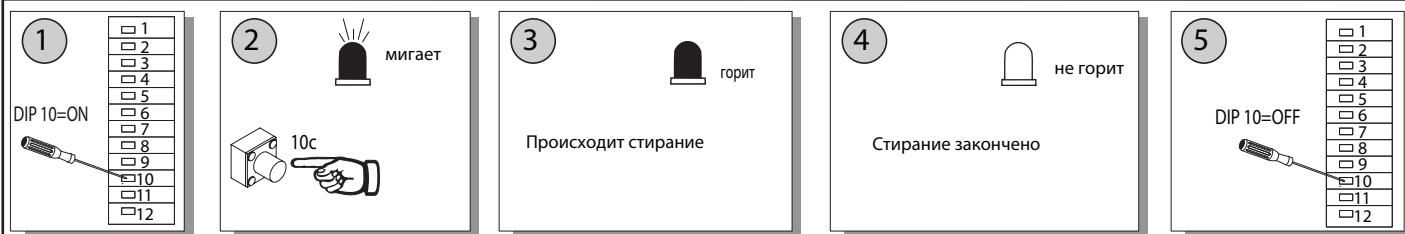

Рис.3
5.3) УСТАНОВКА ЗОНЫ (группы) (Рис. 3).